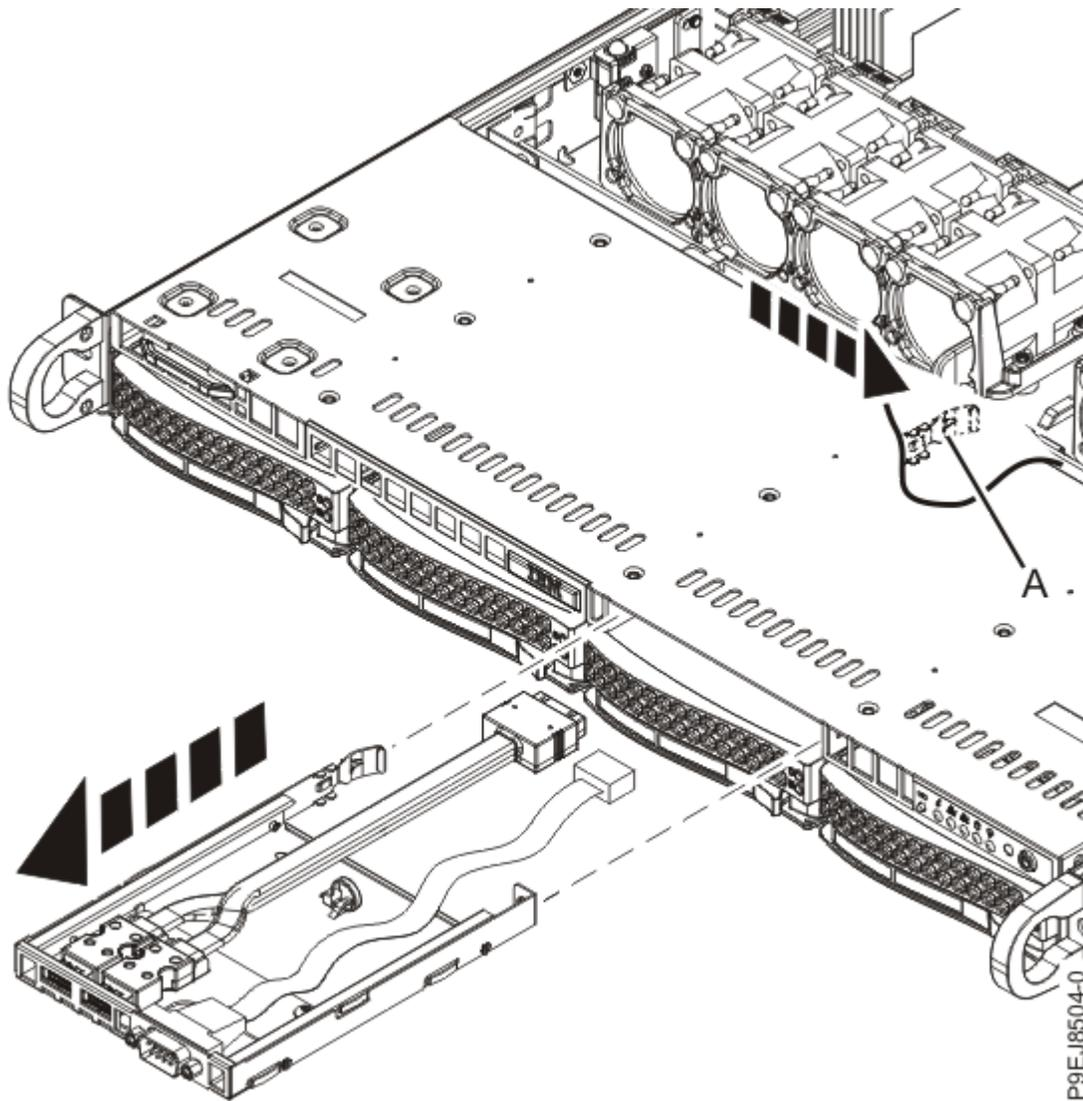

Abbildung 63. USB-Kabel und -Anschluss entfernen
3. Bauen Sie die USB-Kabel und -Anschluss aus (siehe Abbildung 63 auf Seite 75).